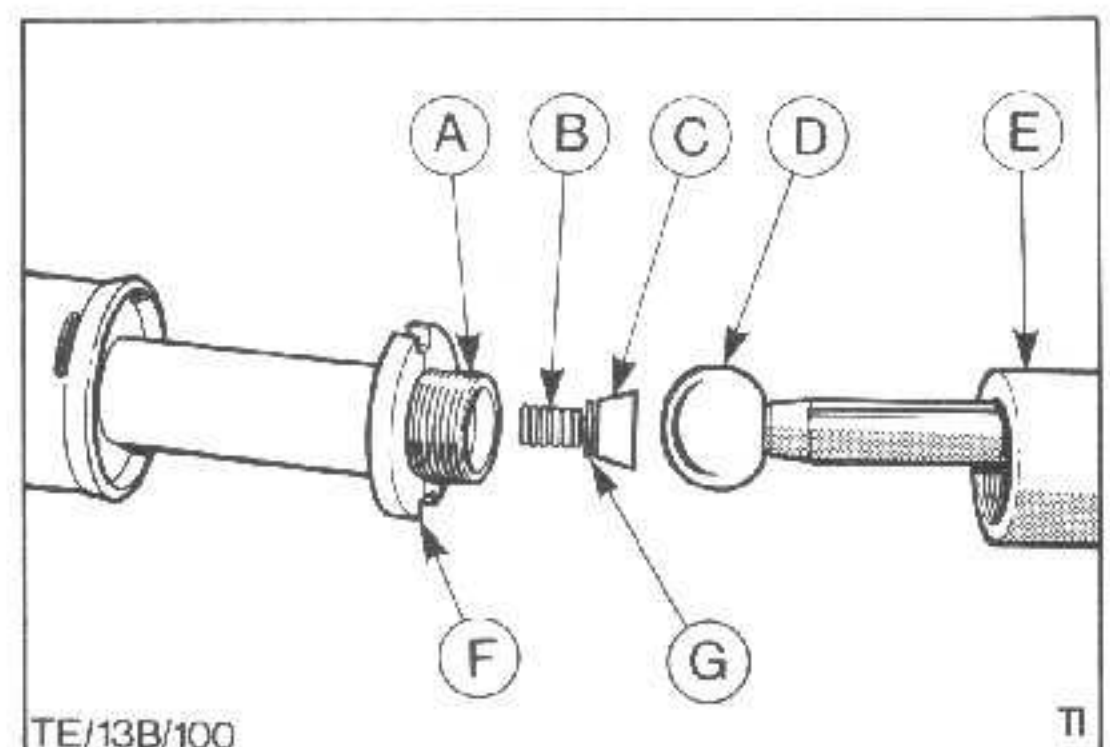

Abb.27 Zerlegen der Spurstangenanordnung
6. Spurstananordnung mit geeignetem Werkzeug auseinanderbauen, Abb.27.